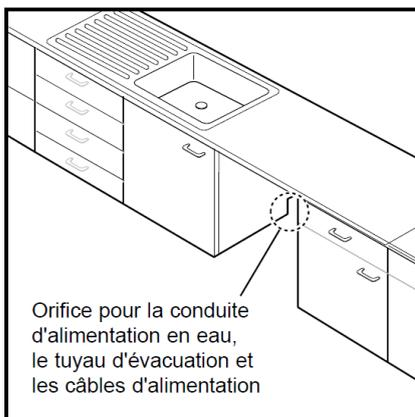

Figure 1-1
1. À l'aide d'une scie cloche, découpez un trou dans le côté de l'armoire où se trouve l'évier, comme indiqué dans la figure 1-1 ci-dessous.